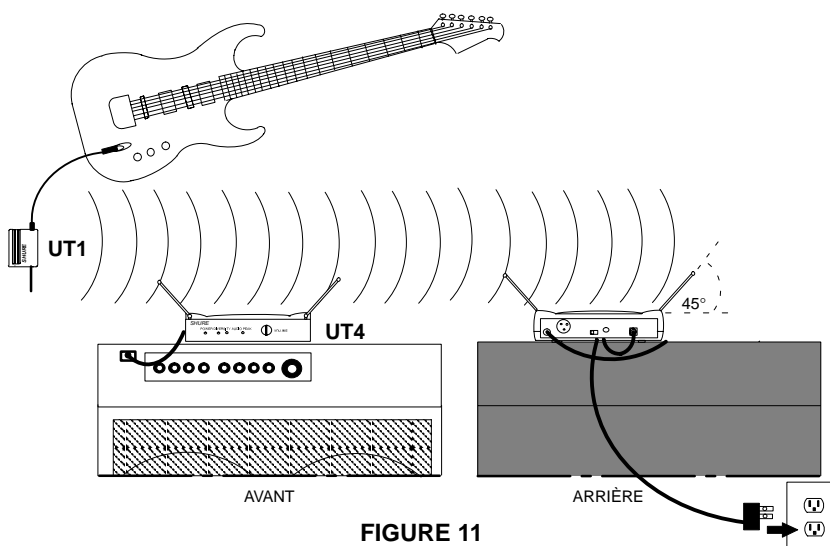

FIGURE 11
1. Voir la figure 11. Connecter l'adaptateur de courant alternatif fourni au connecteur d'ENTRÉE courant continu situé au dos du récepteur. Insérer le câble de l'adaptateur dans le collier de câble. Brancher l'adaptateur dans une prise électrique murale ou toute autre prise électrique c.a. (utiliser PS20 pour l'alimentation 120 V c.a., 60 Hz; utiliser PS20E pour l'alimentation 230 V c.a., 50 Hz). Le témoin vert d'ALIMENTATION du récepteur doit s'allumer.